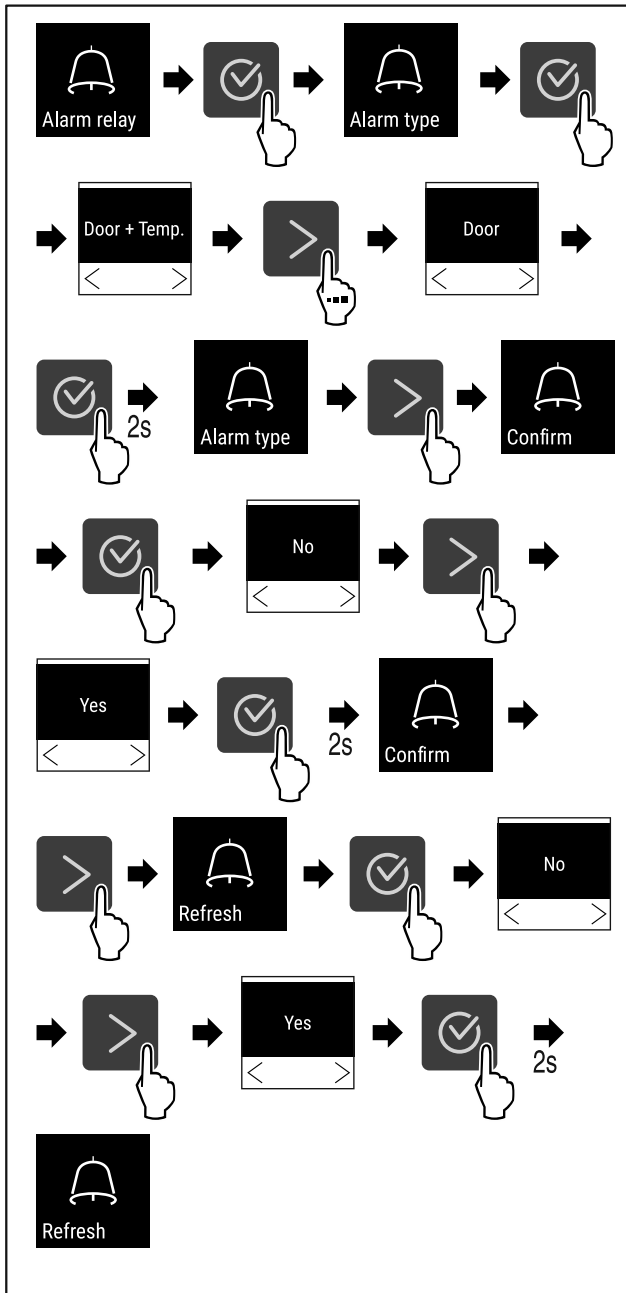

Fig. 109
- ▶ Изпълнете стъпките (виж Fig. 109) .